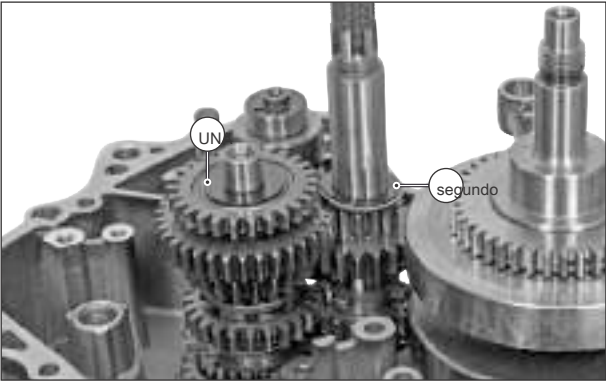

Fig. 3.188
conducir. (Fig. 3.188)
- Montar teniendo engranaje de arranque accionado por arrancador junto con cuña y la arandela de empuje (B) en el eje completo mostrador. (Fig. 3.188)